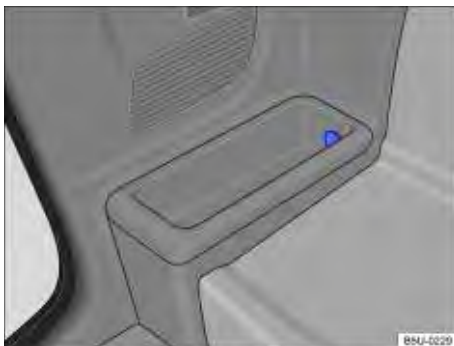

Fig. 104 Na lateral do compartimento interno de bagagem: tomada 12 V - Saveiro cabine estendida - versão Cross.
- *Saveiro cabine estendida - versão Cross* - no porta-objetos no lado direito do compartimento interno de bagagem ⇒ Fig. 104.